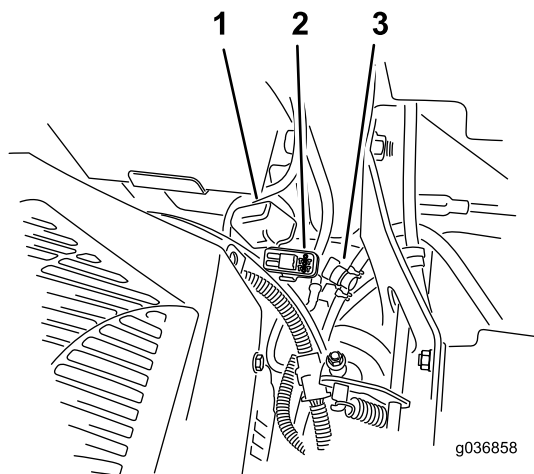

Figura 56
Notă: În cazul mainilor MyRide, asigurai-vă că nu există frecare între cablul de legare la masă i braul tractat sau ansamblul inferior al amortizorului (Figura 56).
Siguranele fuzibile sunt amplasate pe consola dreapta, de lângă scaun (Figura 56).
2. Instalai o siguranță nouă (Figura 56).